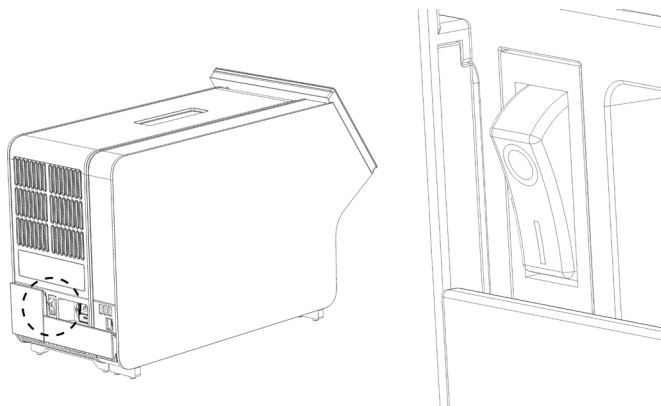

**Figura 20. Conectarea cablului de alimentare.**
8. Conectați cablul de alimentare livrat împreună cu QIAstat-Dx Analyzer 1.0 în partea din spate a modului analitic inițial (Figura 20).